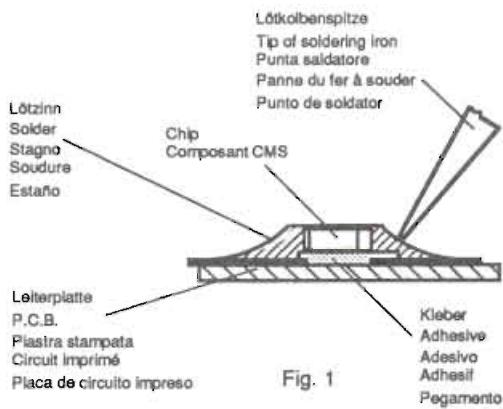

Fig. 1
1. Schritt: CHIP- Lötstelle mit Sauglitze absaugen (Fig. 1).
1. step: Clean the CHIP soldering point with a solder wick (Fig. 1).
1. Aspirer la soudure du composant CMS à la l'aide de la tresse à souder (Fig. 1).